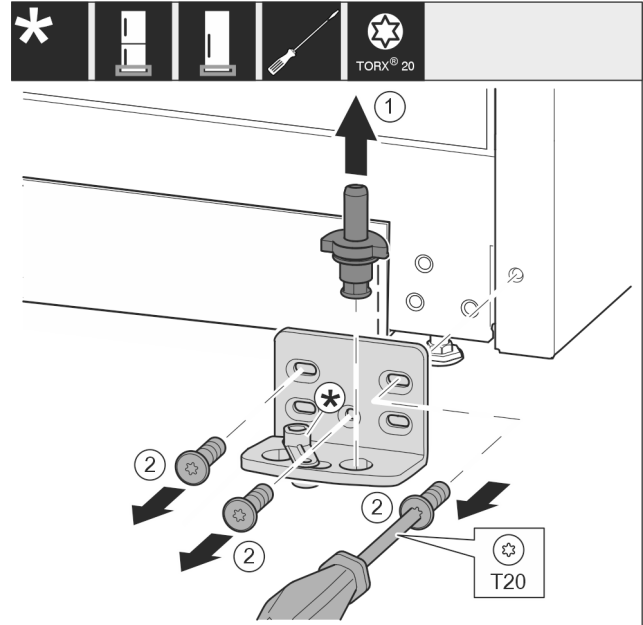

Fig. 10
- ▶ Trekk lagerboltene komplett opp og av. Fig. 10 (1)
- ▶ Skru ut skruene med skrutrekker T20, og ta av lagerbukken. Fig. 10 (2)